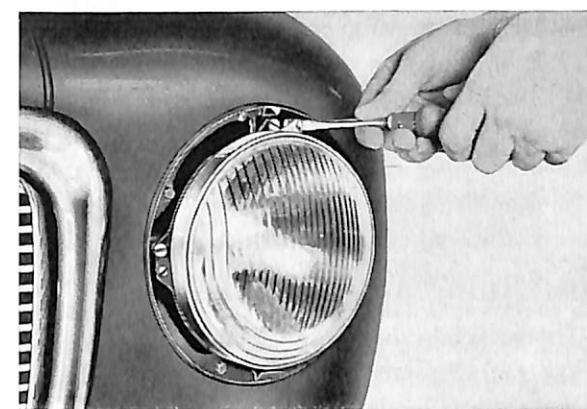

Bild 66. Demontering av hållring.
2. Lossa skruvarna till hållringen för strålkastarinsatsen några varv, bild 66. Vrid hållaren tills hakarna äro fria från skruvarna och lyft ut hållare och insats med lamp-hållare.